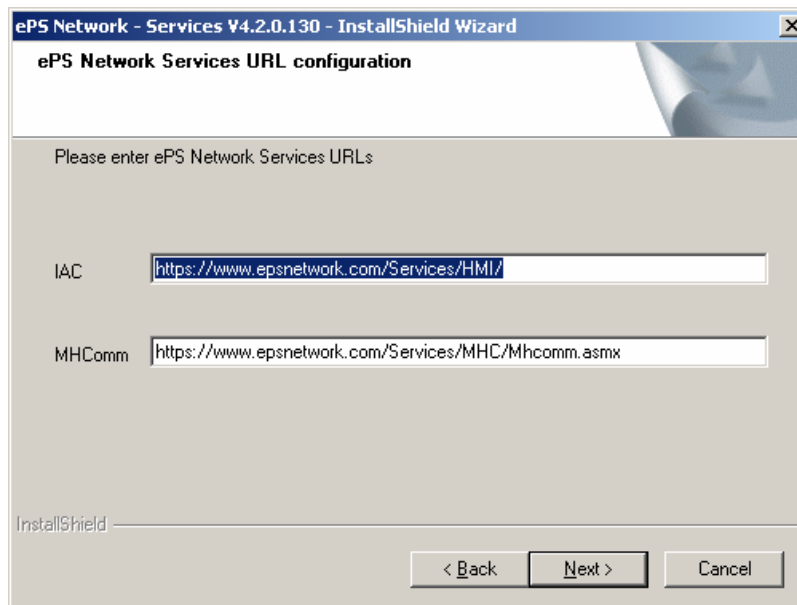

Bild 2-10: Kommunikationsadressen
- ePS Server URL → Bild 2-10: Kommunikationsadressen